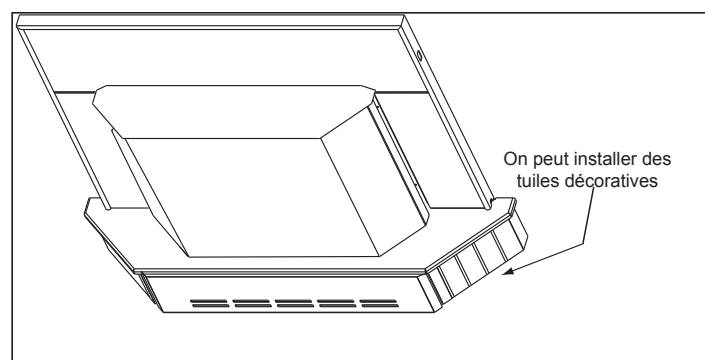

Figure 21.3
**REMARQUE :** Vous pouvez découper des carreaux de céramique d'une épaisseur de 9,5 mm (3/8 po) ou un autre matériau similaire et les placer sous la lèvre du bord supérieur de la garniture comme ornement de finition. **Figure 21.3.**